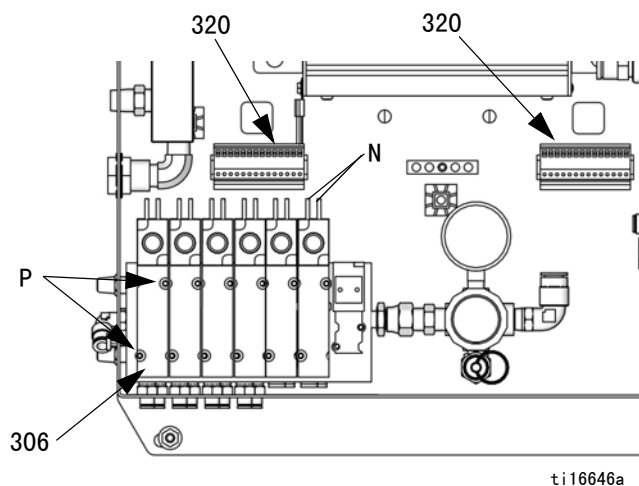

图 3. 更换单电磁阀
3. 从线束（320）上断开 2 条电磁阀电线（N）。参见图 3。